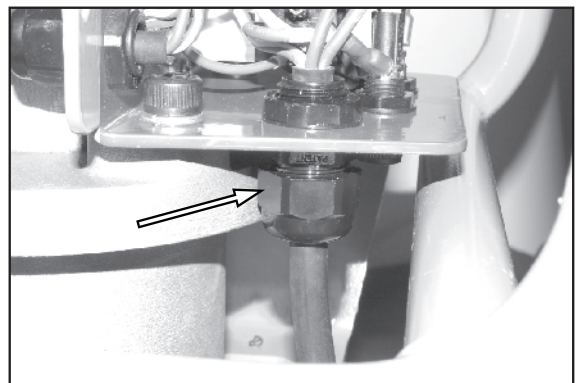

Figura 17.
2. Consulte la Figura 17. Suelte el agarre del cordón.